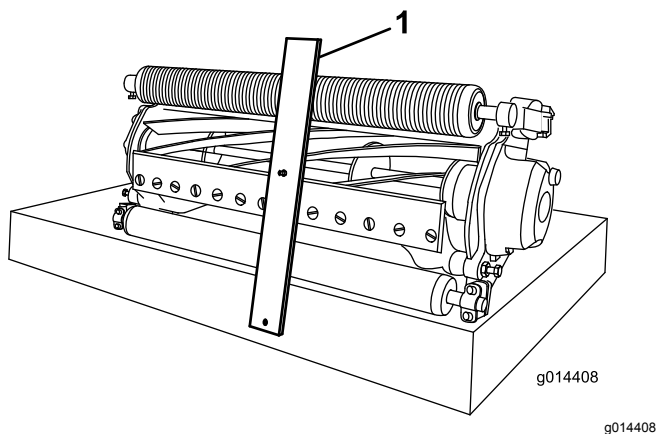

Bild 10
2. Haken Sie den Schraubenkopf der Schnitthöhenlehre an der rechten Seite der Schnittkante des Untermessers ein und legen Sie das hintere Ende der Lehre auf die Rückseite der Rolle (Bild 10).